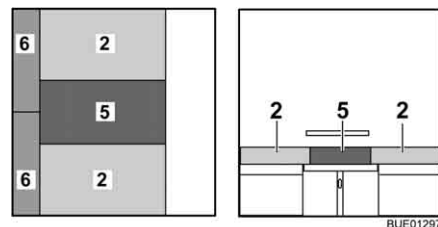

Bild 124 Nach dem Umbau
- Das Zusatzpolster (Bild 124,5) zwischen die Sitzpolster auf den Tisch legen.
- Die Zusatzpolster (Bild 124,6) zwischen die Sitzpolster und die Wand legen.